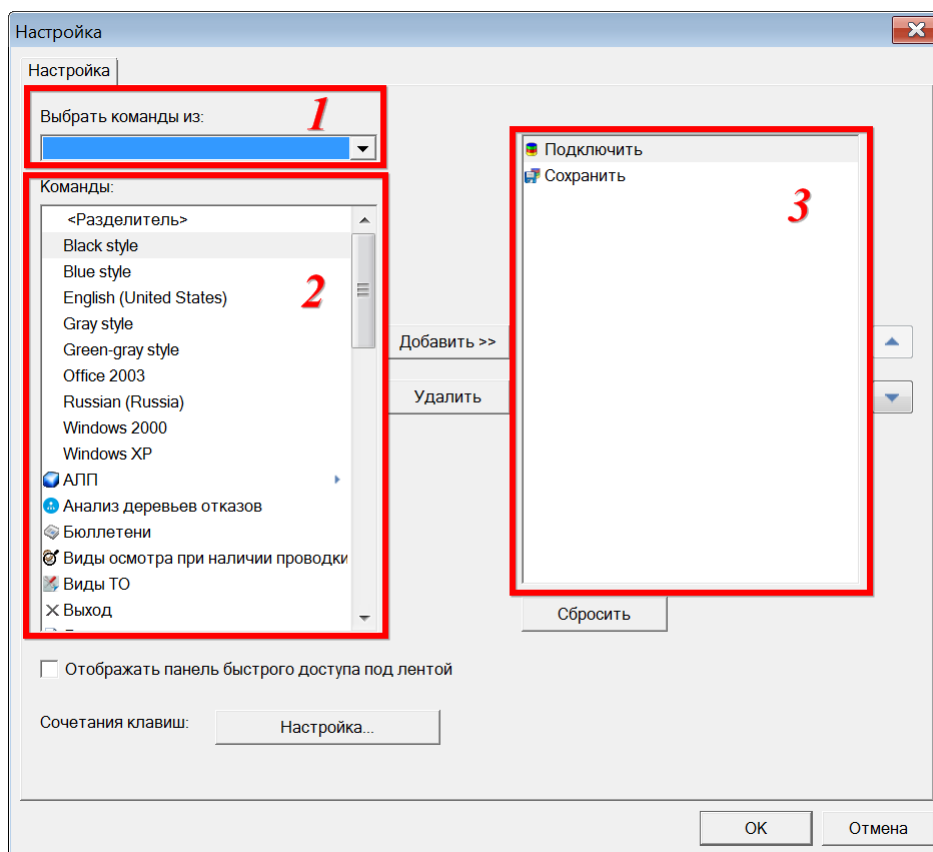
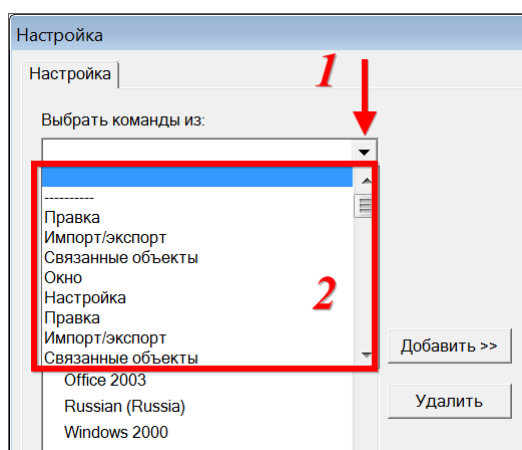
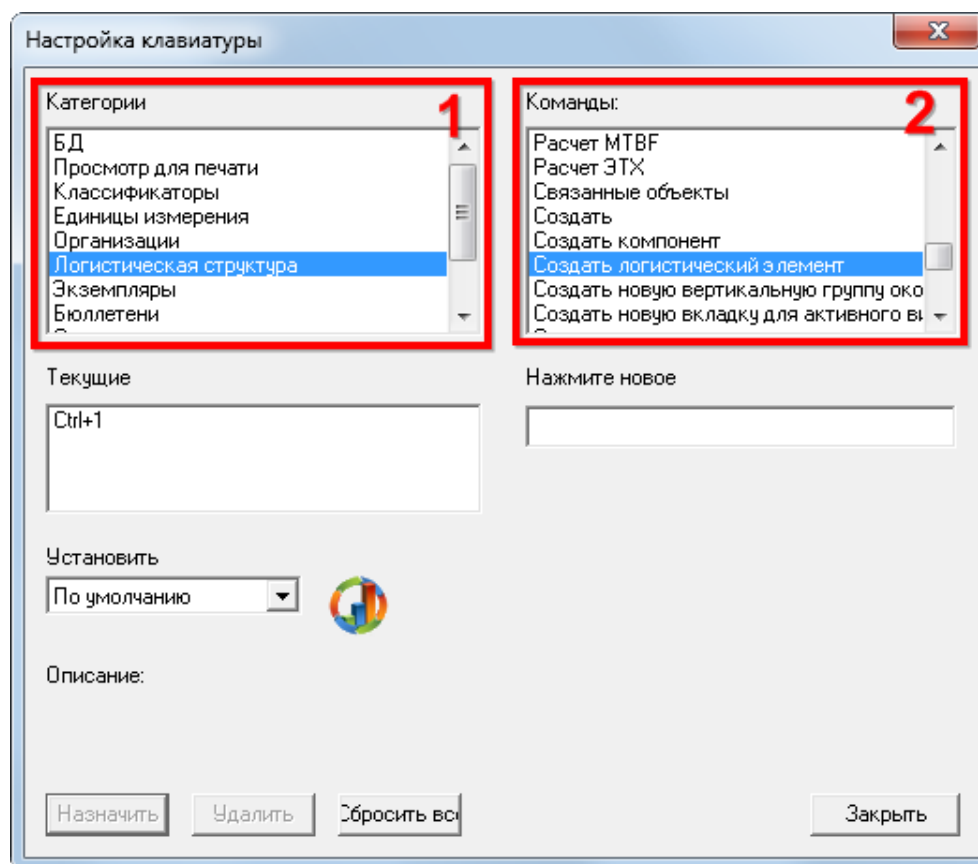

Рис. 5-6 – Настройка списка команд в панели быстрого доступа
Рис. 5-7 – Группы команд в программе
Рис. 5-11 – Окно «Настройка клавиатуры»
- 1) В меню настройки панели выбрать в списке «Другие команды...». При этом откроется окно «Настройка» (рис. 5-6).
2) Раскрыть выпадающий список в поле «Выбрать команды из», в котором перечислены группы команд программы ILS Suite (область 1 на рис. 5-6).
3) Выбрать из выпадающего списка тип рабочего окна или БД (кнопка «БД») (рис. 5-7). В поле «Команды» (область 2 на рис. 5-6) отображаются команды выбранной группы.
4) Выбрать нужную команду в блоке «Команды:» из списка (область 2 на рис. 5-6) и нажать кнопку «Добавить». Выбранная команда добавится в правую часть окна «Настройка» (область 3 на рис. 5-6), в котором отображены команды из панели быстрого доступа.
7) Для удаления команды из панели быстрого доступа необходимо выделить наименование в правой области (область 3 на рис. 5-6) и нажать кнопку «Удалить».
1) Нажать кнопку «Настройка...» в окне «Настройка» (рис. 5-6). Откроется окно «Настройка клавиатуры» (рис. 5-11).